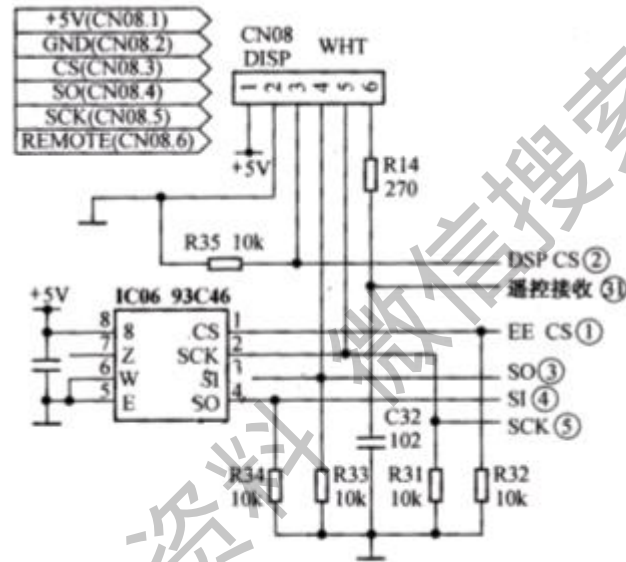

图2-13 E2PROM电路原理图
E2PROM 电路原理图如图 2-13 所示，EPROM 和显示屏数据传输共用两条数据线 SI④和 SO③，另外一条为时钟线 SCK⑤。EPROM 和显示屏分别通过 EECS①和 DSPCS②选择信号。遥控器通过显示屏上的光敏接收头接收遥控器信号，经 RI4 输入芯片的(31)脚(遥控接收端口)。